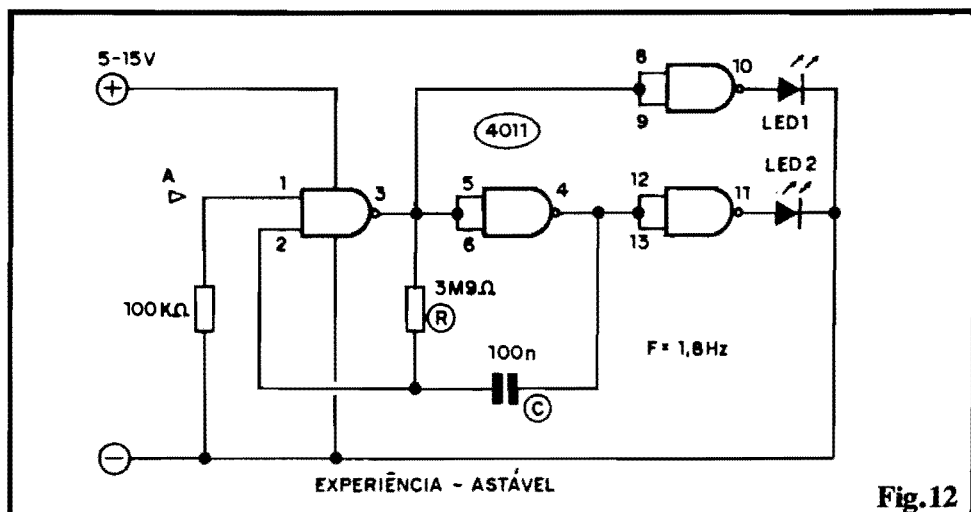

Fig.12
- FIG. 12 - (EXPERIÊNCIA) - ASTÁVEL - Monte o circuito, no **proto-board**, de acordo com o esquema, ligue a alimentação e verifique o funcionamento, que mostrará ambos os LEDs piscando alternadamente, numa Frequência de aproximadamente 1,8Hz (quase duas alternâncias por segundo...). Se quiser, experimente mudar os valores de R e/ou de C, observando o **quê** tais alterações "fazem" com a Frequência de alternância na iluminação dos LEDs... Procure, também, descobrir "o **quê**" os **gates** delimitados pelos pinos 8-9-10 e 11-12-13 estão "fazendo" no circuito (já que no diagrama básico do ASTÁVEL - fig. 4), tais **gates** não estão presentes...).